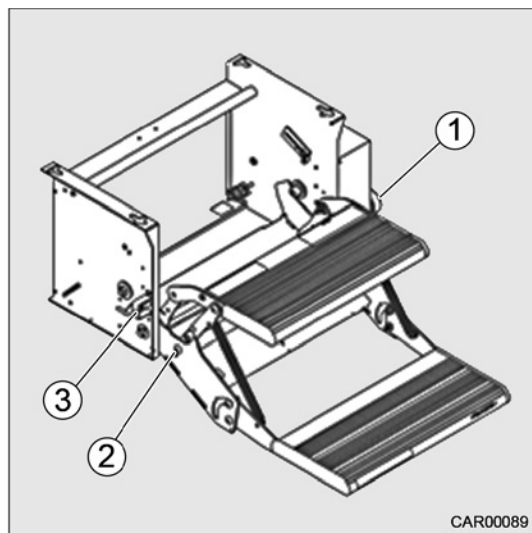

Fig. 19 Déverrouillage de secours
3. Glisser le bouton de commande (Fig. 19/1) vers l'arrière.
4. Tirer le boulon d'arrêt (Fig. 19/3) en dehors, le tourner de 90° et le fixer dans l'alésage de la marche (Fig. 19/2).